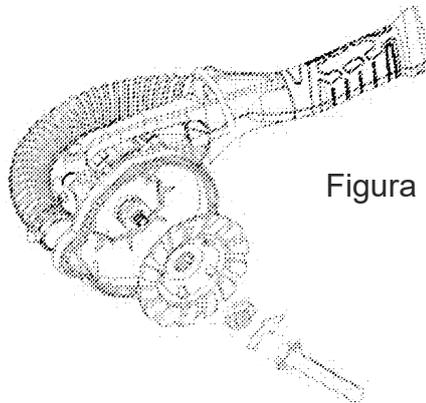

Figura 05
6.4. Substituindo o prato base (figura 05):